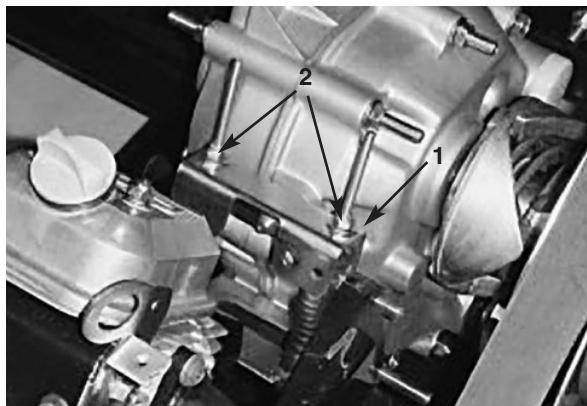

Bild 16
Wenn Sie die regelmäßigen Wartungsarbeiten und/oder eine Motordiagnostik durchführen, müssen Sie das Getriebe zunächst auf Neutral schalten (Bild 16). Der Schalthebel weist eine Neutralstellung auf, die den Neutralzustand der Antriebsachse bestimmt. Führen Sie, um sicherzustellen, dass der Schalthebel die Antriebsachse auch richtig auf Neutral schaltet, die folgenden Schritte durch:
2. Stellen Sie den Neutralbügel an der Antriebsachse auf Neutral (nivelliert) (Bild 16).
3. Ziehen Sie eine der Sicherungsmuttern (Bild 16) gerade so fest, dass das Spiel aus dem Schaltzug entfernt wird.